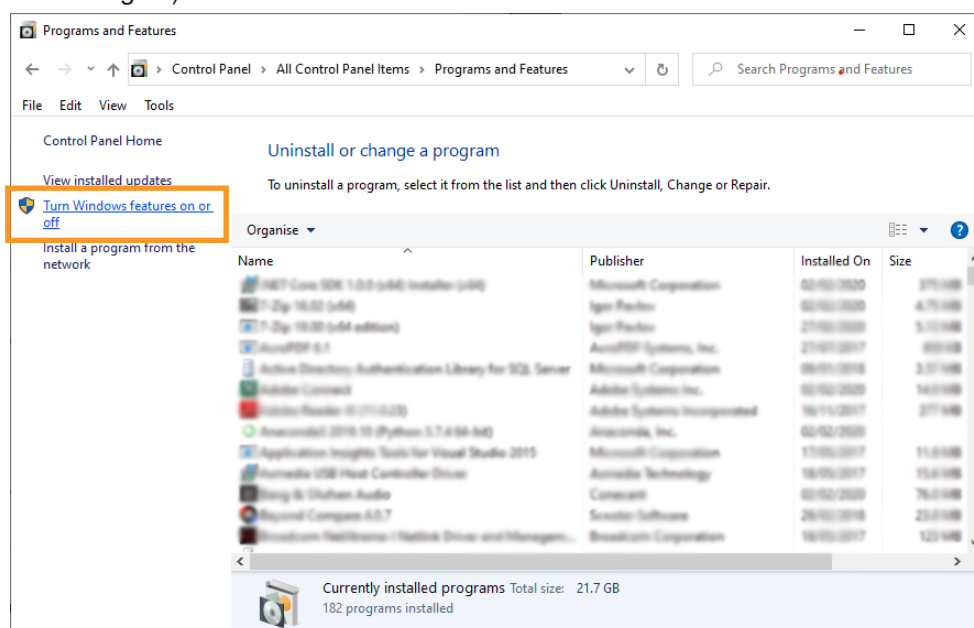

Abbildung 27 „Turn Windows features on or off“ (Windows-Features aktivieren oder deaktivieren) wählen
3. Wählen Sie **Turn Windows features on or off** (Windows-Features aktivieren oder deaktivieren) (siehe Abbildung 27).